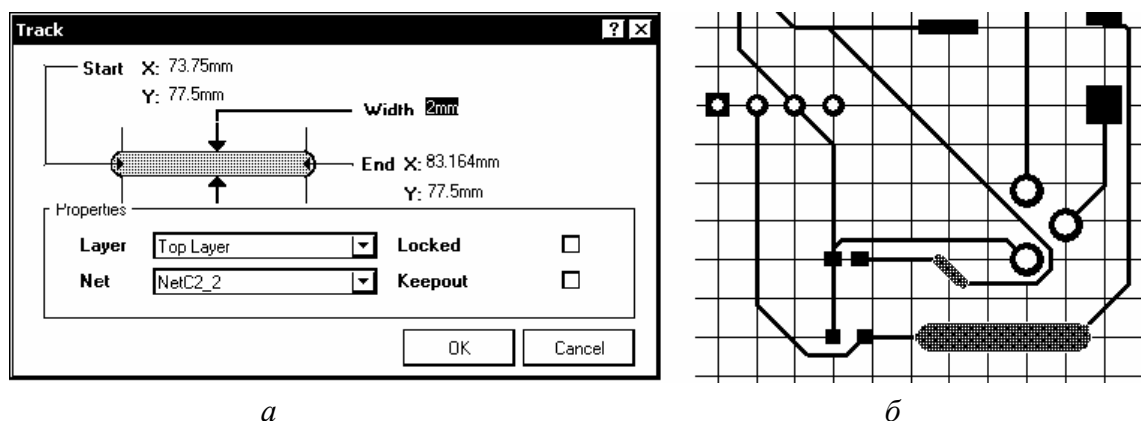

Рис. 7.11
- Change – изменить ширину сегмента трассы. После указания на сегмент активизировать клавишей Tab “горячее” редактирование и ввести с клавиатуры новое значение ширины (рис. 7.11, а).
В случае если назначенное значение ширины выходит за границы, указанные в правилах проектирования, программа отмечает ошибку цветовой маркировкой (рис. 7.11, б).